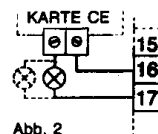

Abb. 2
2.C) Die 220V Lampe (n) an die auf dieser Karte vorhandene Zweifach-Klemmleiste anschliessen (Abb. 2)